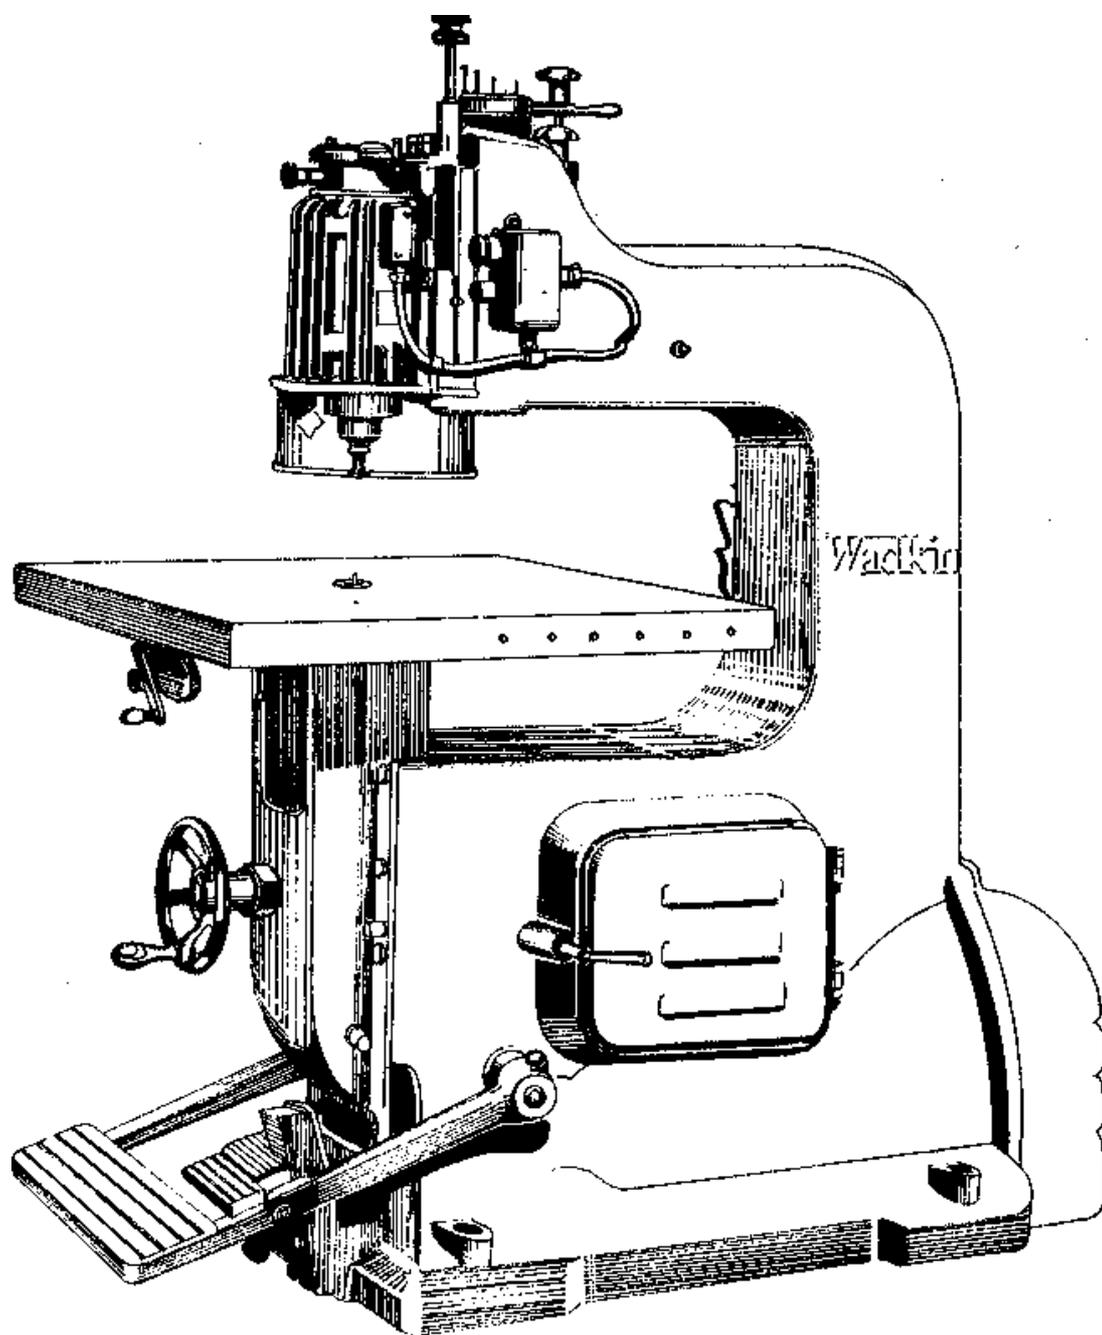
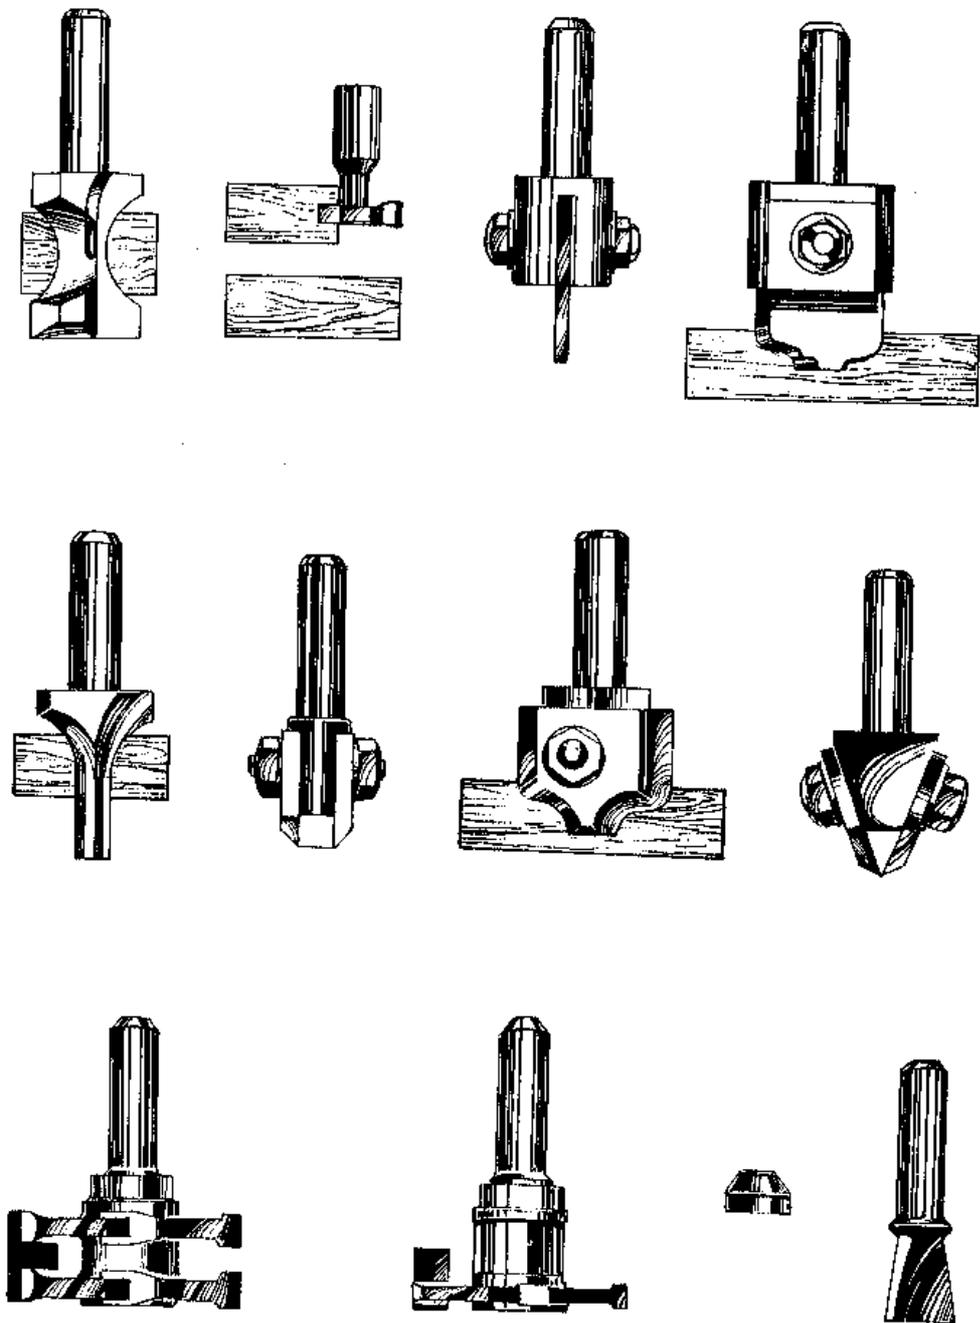
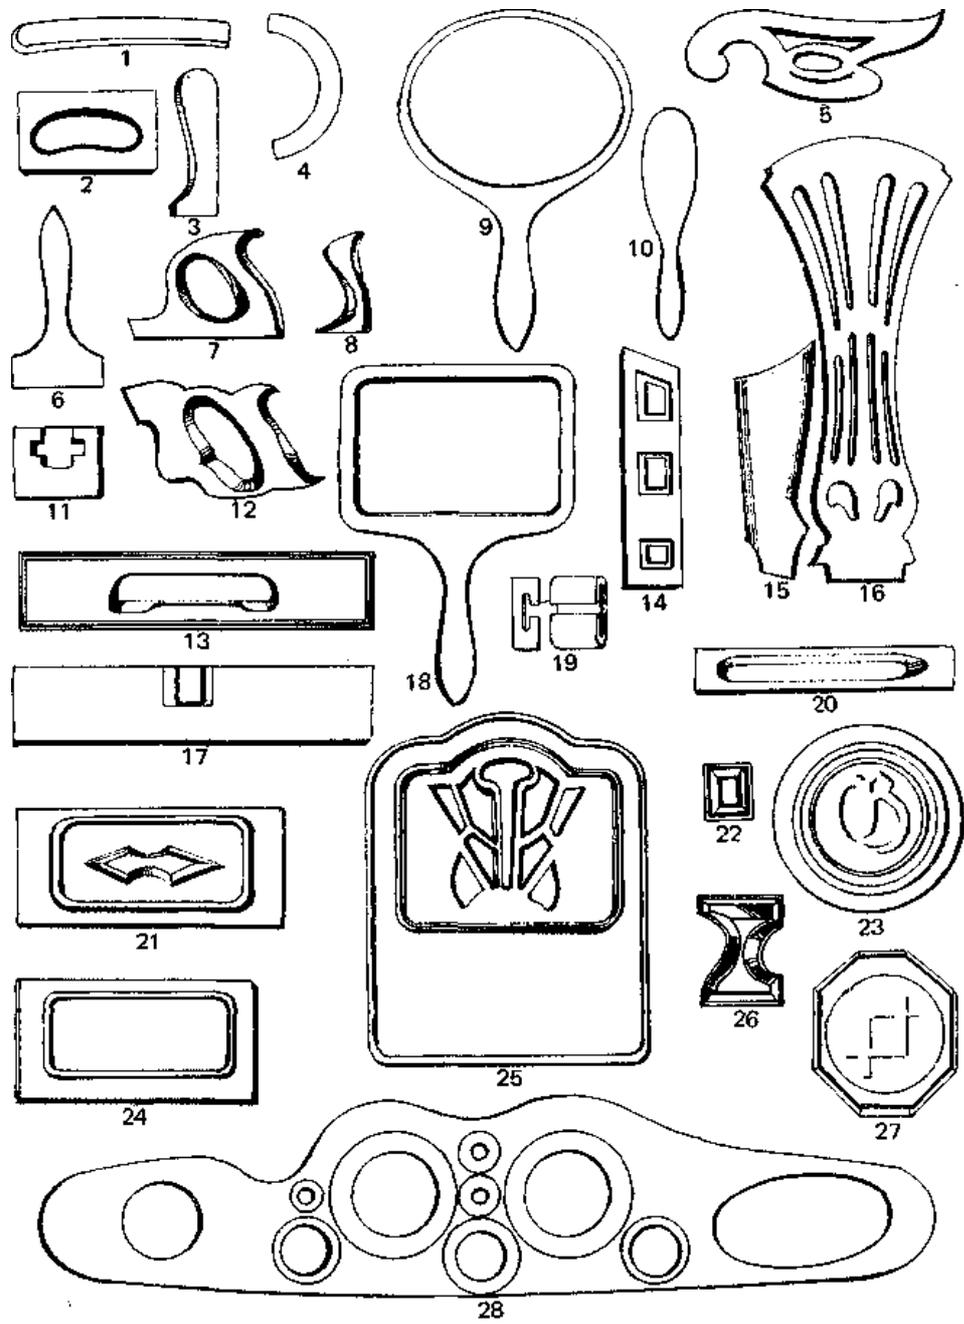

Fig. 99 — Tupia superior.
Fig. 100 — Algumas ferramentas da tupa superior.
Fig. 101 — Trabalhos da tupia superior.
Quando o ferro é muito grande deve ser duplo. No encaixe, que se vê na parte de cima do ferro, entra o parafuso do eixo da tupia para evitar que o ferro escape. *Tupia superior* (Fig. 99). *Ferramentas* (Fig. 100).
*Trabalhos desta tupia* (Fig. 101). — Os trabalhos ilustrados por esta figura demonstram com grande eloquência as inúmeras possibilidades desta moderníssima tupia. Algumas de suas ferramentas acham-se reproduzidas na Fig. 100.